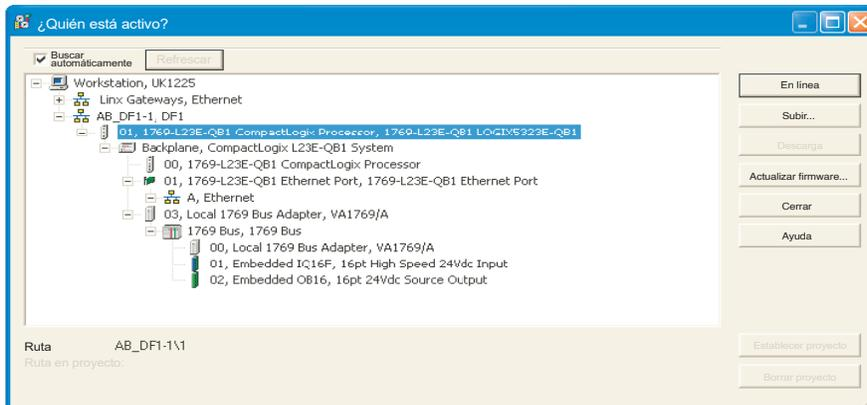

Imagen 4.3.21f Ventana «¿Qué hay activo?»
1. Seleccione el instrumento correspondiente (imagen 4.3.21f) y haga clic en «Actualizar Firmware». En la ventana «Selección de la revisión de firmware», seleccione la última versión. Haga clic en «Actualizar».